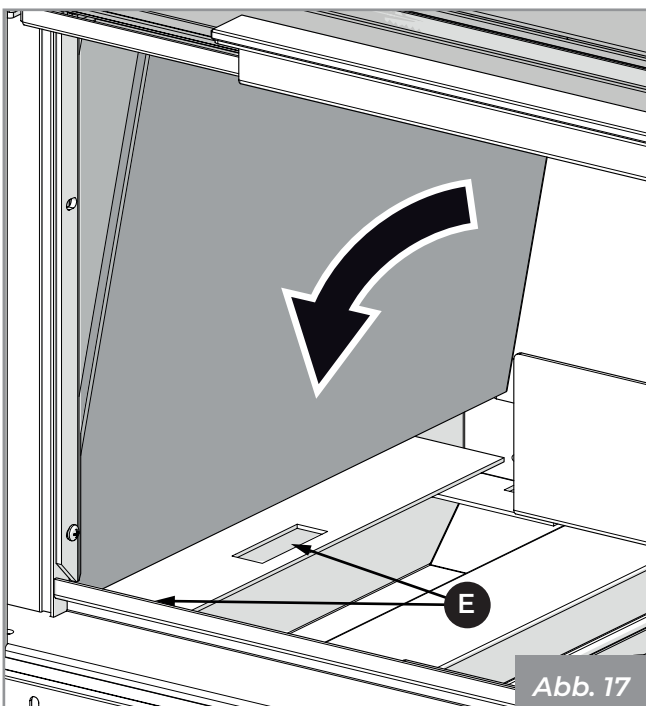

Abb. 17
- 3) Positionieren Sie das seitliche feuerfeste Material und achten Sie darauf, es in die entsprechenden Schlitz (E) (Abb. 17) einzusetzen.